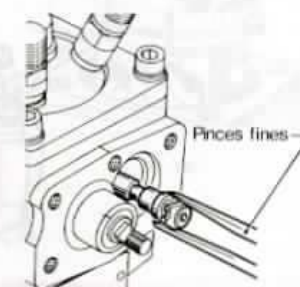

Fig. 10.
- Sortir la navette du corps (2) (fig. 10).